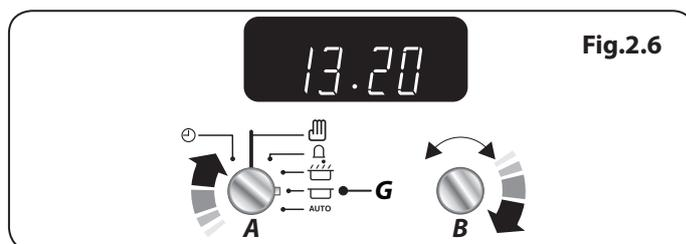

Fig.2.6
1. Tournez le bouton de la **minuterie (A)** sur le réglage **Heure d'arrêt (G)** (Fig.2.6).
2. Tournez le bouton de **réglage (B)** dans le sens horaire, l'affichage indique alors l'heure actuelle du jour (Fig.2.6).